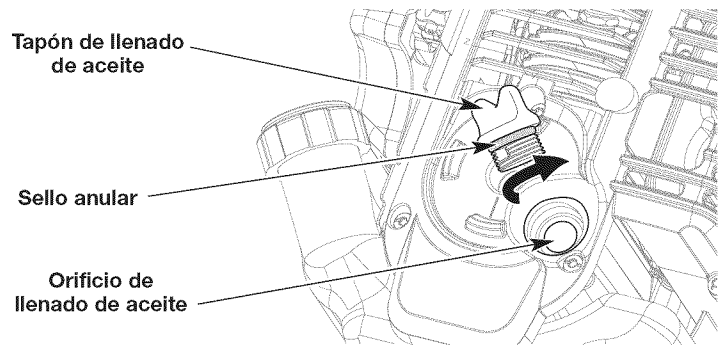

Fig. 7
4. Desenrosque el tapón de llenado de aceite (Fig. 7).
5. Vierta el contenido de la botella completa en el orificio de llenado de aceite (Fig. 7). **NO** rebose el tanque. Consulte la sección *Cómo comprobar el nivel de aceite*.
NOTA: Asegúrese de que el sello anular esté colocado en el tapón de llenado de aceite (Fig. 7).